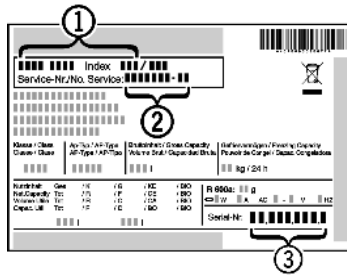

Fig. 25
- ▶ Gerätebezeichnung *Fig. 25 (1)*, Service-Nr. *Fig. 25 (2)* und Serial-Nr. *Fig. 25 (3)* vom Typenschild ablesen. Das Typenschild befindet sich an der linken Geräteinnenseite.
- ▶ Den Kundendienst benachrichtigen und den Fehler, Gerätebezeichnung *Fig. 25 (1)*, Service-Nr. *Fig. 25 (2)* und Serial-Nr. *Fig. 25 (3)* mitteilen.